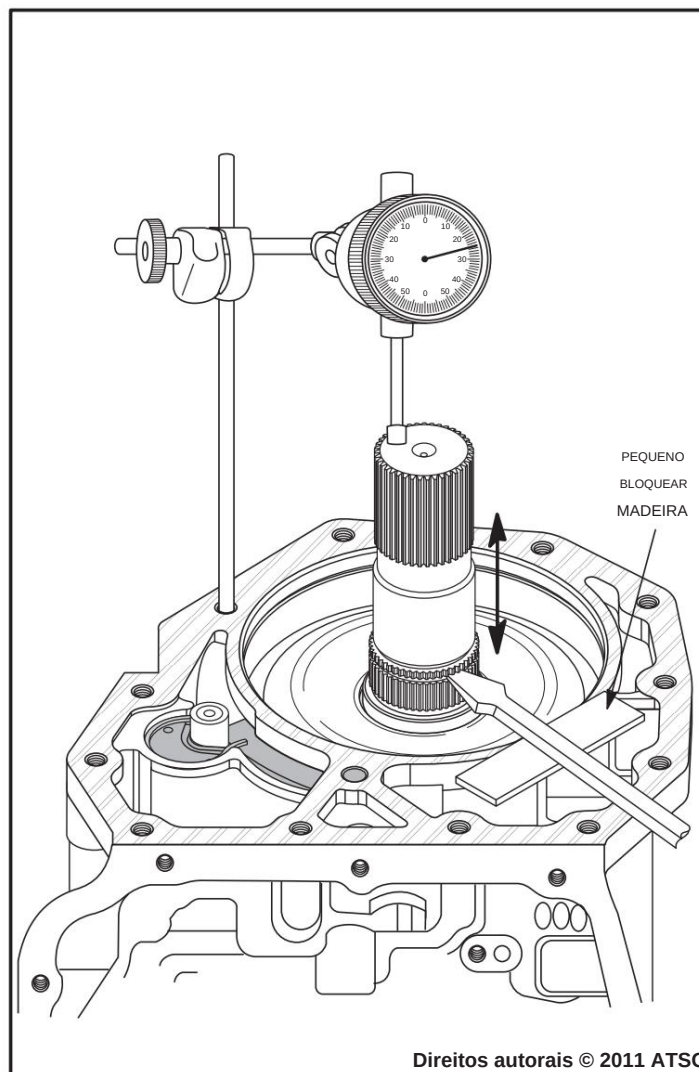

Figura 38
11. Usando um indicador de mostrador, meça e registre a leitura da folga axial do eixo de saída, conforme mostrado na Figura 38, para usar como referência para remontagem.
Observação: use uma chave de fenda e um pequeno bloco de madeira para mover o conjunto de engrenagens para cima e para baixo, conforme mostrado na Figura 38.